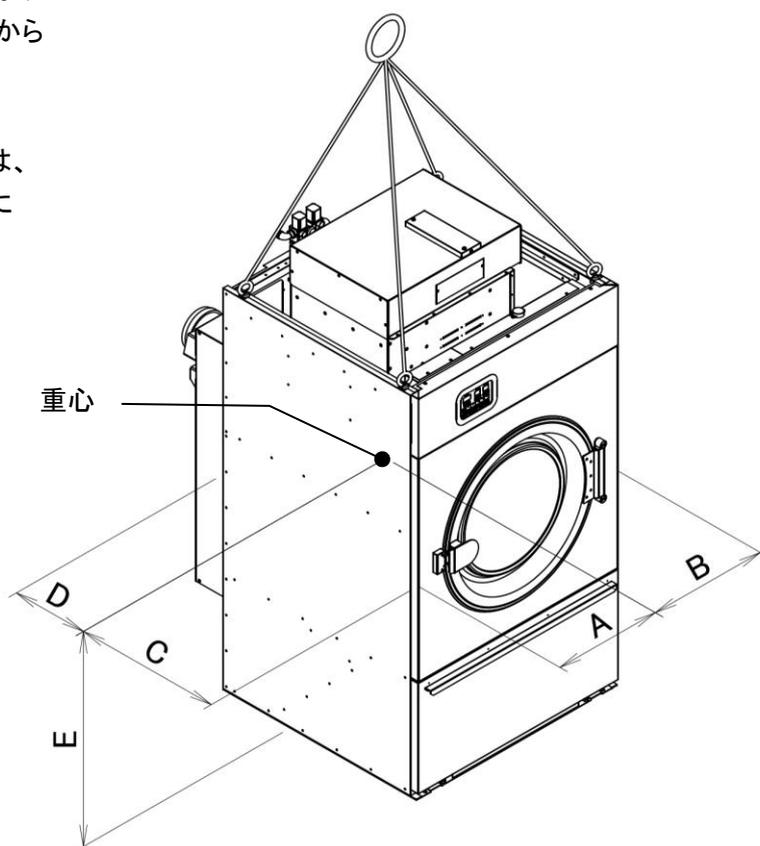

図 3-1
- 3) クレーン等で機械を吊り上げるときは、本体上部四隅（図 3-1）の 4ヶ所に必ずフックを掛けて吊り上げます。
- 4) 重量と重心（図 3-1）